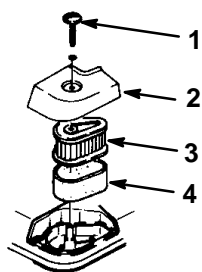

Figure 11
2. Retirer le boulon de fixation du couvercle du filtre à air (Fig. 11).
3. Déposer le couvercle et le nettoyer soigneusement (Fig. 11).
4. Retirer le préfiltre en mousse et le laver avec de l'eau et un détergent doux, puis le tamponner pour le sécher (Fig. 11).
6. Retirer le filtre en papier et le jeter (Fig. 11).